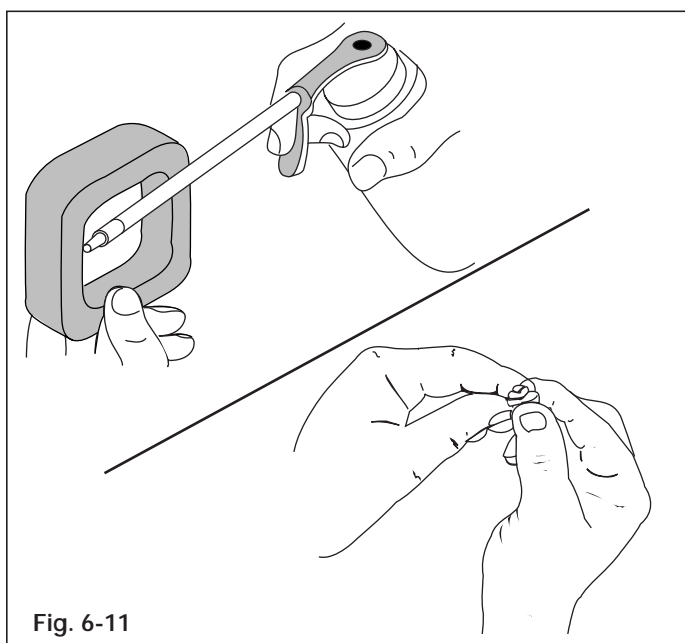

Fig. 6-11
4. Appliquez une quantité suffisante d'huile moteur propre SAE 30 pour enduire légèrement le filtre (Fig. 6-11).
5. Pressez le filtre pour répandre et drainer l'excédent d'huile (Fig. 6-11).